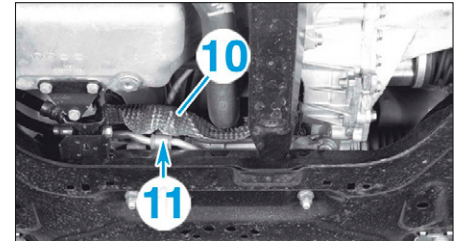
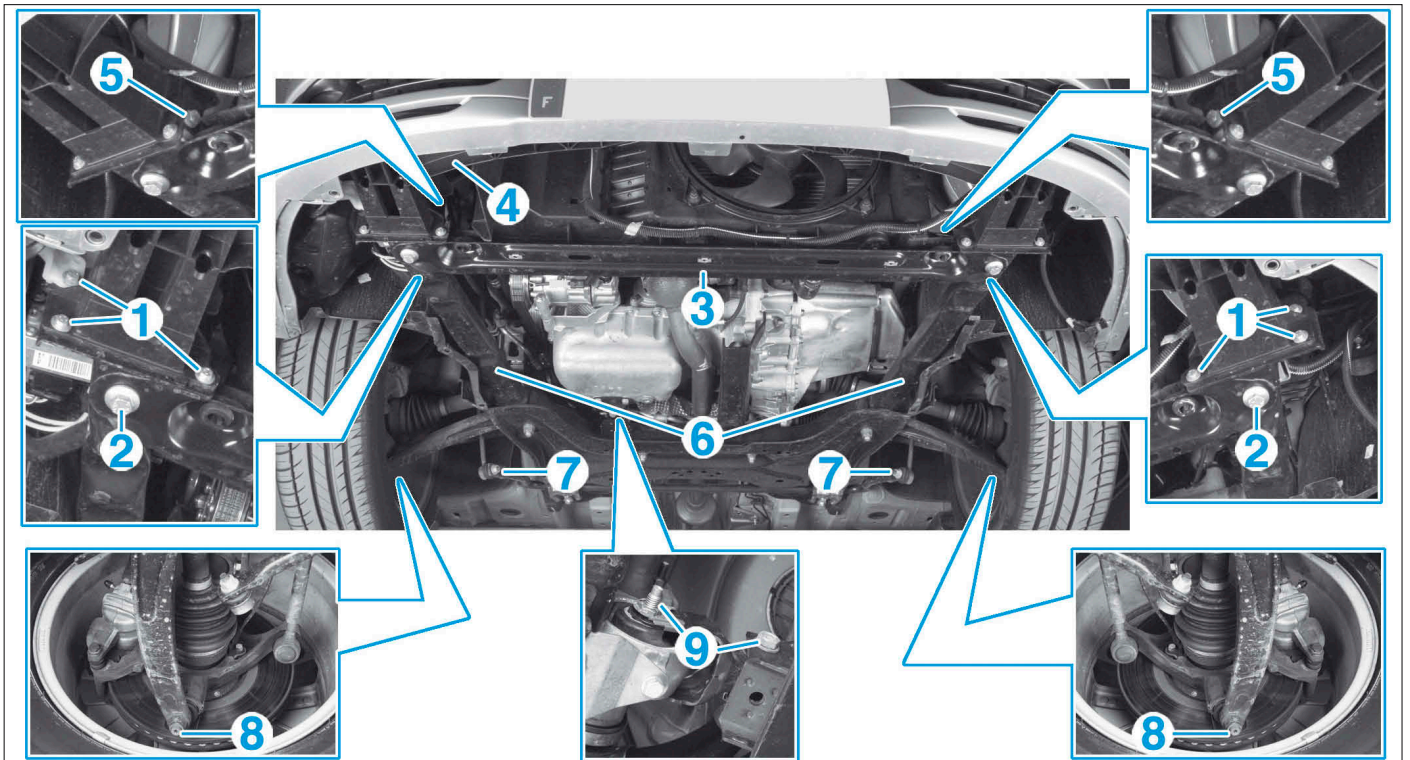

FIG. 29
FIG. 28
- Déposer (Fig.28) :
- les vis (1),
- les vis (2),
- la traverse inférieure de radiateur (3),
- le renfort (4),
- les vis (5),
- les allonges (6) de berceau avant,
- les écrous (7) et désaccoupler les rotules,
- les écrous (8), en maintenant, si nécessaire, la queue de rotule avec une clé six pans de 6 mm.
- Déposer les vis (9) et la biellette anticouple.
- Ecarter la protection thermique (10) de crémaillère de direction assistée (Fig.29).
- Déposer la vis (11) et écarter le support tuyaux de direction assistée.